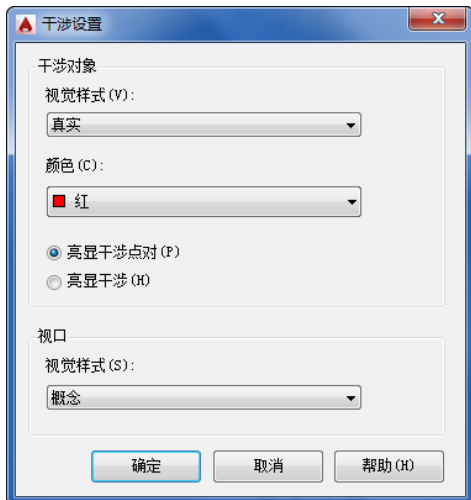

图 10-42 “干涉设置”对话框
- (1) 嵌套选择(N): 选择该选项, 可以选择嵌套在块和外部参照中的单个实体对象。
- (2) 设置(S): 选择该选项, 系统打开“干涉设置”对话框, 如图 10-42 所示, 可以设置干涉的相关参数。